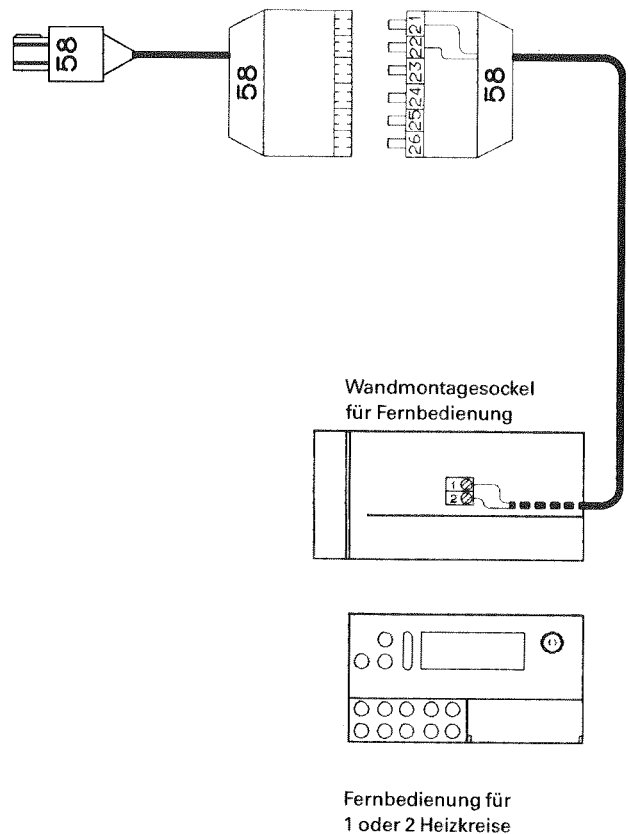

Abb. 4.29
1. Die Verdrahtung des Wandmontagesockels und des 6-poligen Steckverbinders [58] nach Abb. 4.29 und Tabelle (unten) vornehmen.